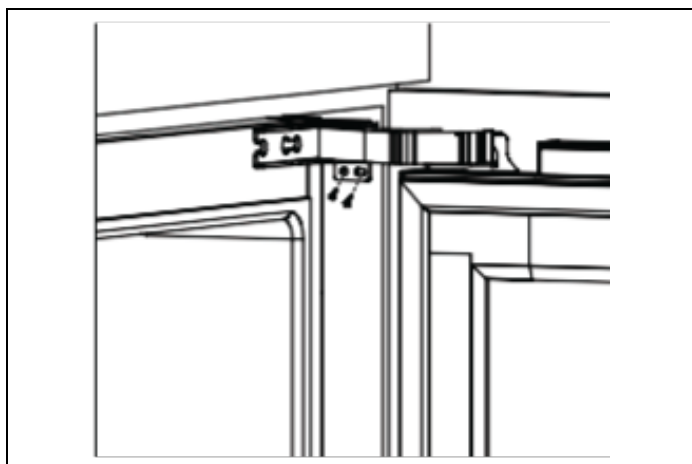

Afb. 10
- 2) Open de deur en houd een afstand van 40,5 mm aan tussen de voorkant van de wijnkoeler en de buitenrand van de kastnis, zoals weergegeven in Afb. 10 . Bevestig de verbindingspennen met M5x13 flensvlakbouten aan het apparaat.